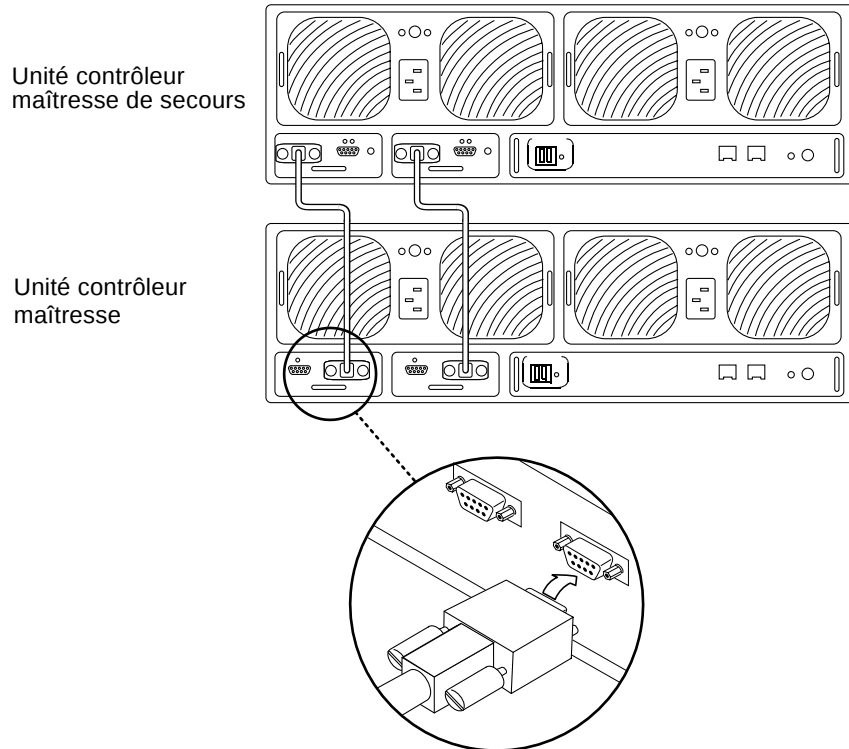

FIGURE 6-5 Branchement des câbles d'interconnexion
9. Groupe entreprise seulement : branchez les câbles d'interconnexion sur les cartes d'interconnexion, comme illustré FIGURE 6-5.